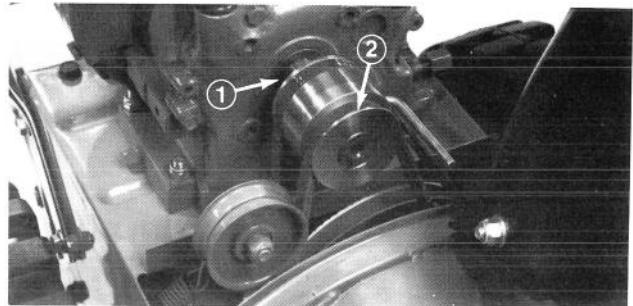
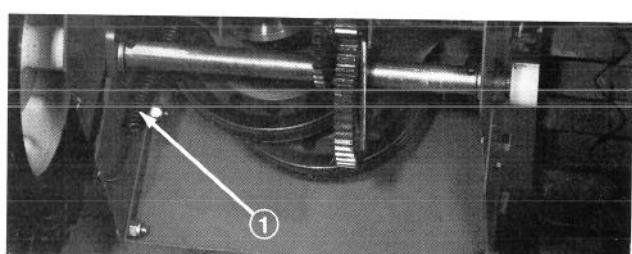

Abb. 31
Abb. 32
Wenn der Räumwerk/Gebläse Antriebsriemen (Abb. 31) abgenutzt, verzogen, verölt oder anderweitig defekt ist, muss er erneuert werden.
3. Den Räumwerk antriebsriemen von der Motorriemenscheibe und von der grossen Räumwerk/ Gebläse-Riemenscheibe abnehmen (Abb. 31).
4. Den neuen Keilriemen auf die grosse Räumwerk/ Gebläse-Riemenscheibe (Abb. 31) legen und dann so über die Motorriemenscheibe ziehen, dass er innerhalb der Spannrolle und Riemenführung liegt (Abb. 31).
4. Die Schneefräse auf das Räumgehäuse kippen und sie gut blockieren, damit sie nicht umkippen kann. Den hinteren Schutz abnehmen und die Feder von der Seitenplatte entfernen (Abb. 32).
5. Die Schneefräse wieder gerade stellen und den Fahrantreibsriemen von der Motorriemenscheibe und von der grossen Fahrantreibs - riemen - scheibe abnehmen (Abb. 31).
6. Den neuen Keilriemen auf die grosse Fahrantreibs-Riemenscheibe (Abb. 31) legen. Dann so über die Motorriemenscheibe ziehen, dass er innerhalb der Spannrolle und Riemenführung liegt (Abb. 31). Die Schneefräse auf das Räumgehäuse kippen, blockieren und die Feder auf der Seitenplatte befestigen (Abb. 32). Den hinteren Schutz wieder ansetzen und die Schneefräse wieder gerade stellen.